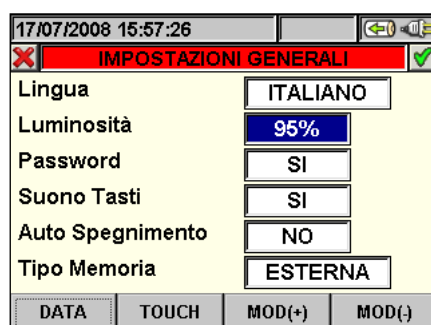

Fig. 11: Ecrã de regulação da luminosidade do display
1. Colocar o cursor com os botões “setas” ▲ ou ▼ no campo correspondente à opção “Luminosidade” evidenciada no fundo azul, como se mostra na Fig. 11: